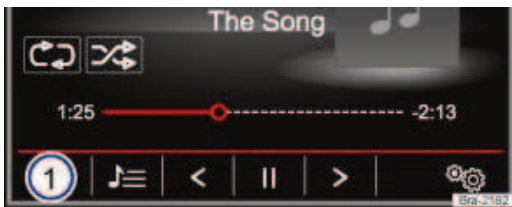

Fig. 17 Menu principal MEDIA
- Effleurez le bouton de fonction → Fig. 17 et sélectionnez le bouton de fonction **Audio BT**.